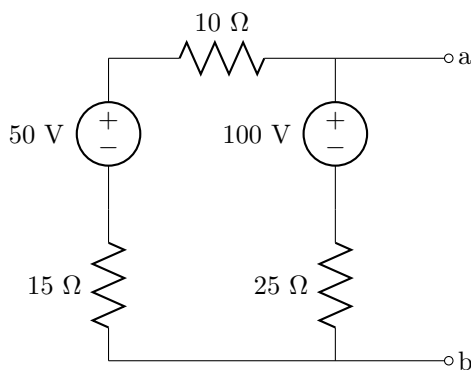

Figura 3.12: Circuito del problema 14.
14. Encuentra el equivalente Thevenin entre los terminales a y b para el circuito de la figura 3.12. ¿Cuánta potencia se entregaría a un resistor conectado a los terminales a y b si  $R_{\text{ab}}$  es igual a: a)  $50 \Omega$ ; b)  $12,5 \Omega$ ?